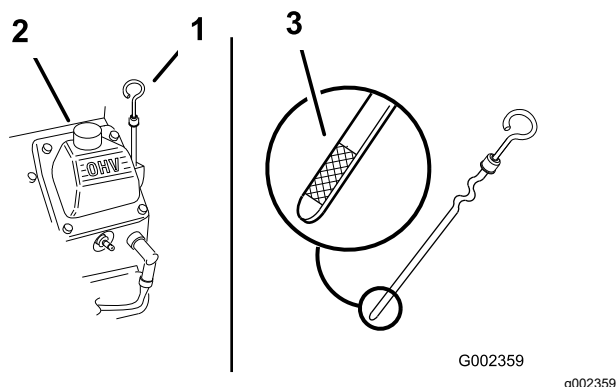

Figura 44
2. Curăai în jurul joiei de ulei (Figura 44) astfel încât murdăria să nu pătrundă în orificiul de umplere i să nu deterioreze motorul.
3. Îndepărtați joja, tergeți-o și montați-o până când este complet aezată (Figura 44).
4. Îndepărtați joja de ulei și verificați nivelul uleiului. Nivelul uleiului trebuie să se încadreze între cele 2 marcaje „F” full (nivel complet) și „L” low (nivel scăzut) de pe jojă (Figura 44).
5. Dacă nivelul uleiului este în dreptul marcajului „L” low (nivel scăzut), îndepărtați capacul tubului de umplere (Figura 44) și adăugați uleiul specificat până când nivelul acestuia ajunge la marcajul „F” full (nivel complet) de pe jojă.